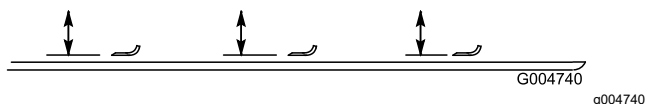

Рисунок 142
4. Поверните нож так, чтобы его концы были направлены вперед и назад, и измерьте расстояние между внутренней частью режущего блока и режущей кромкой в передней части ножа (Рисунок 142).